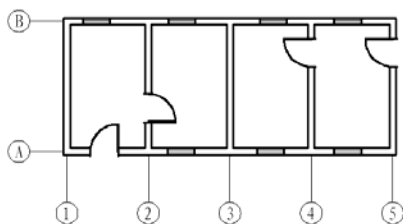
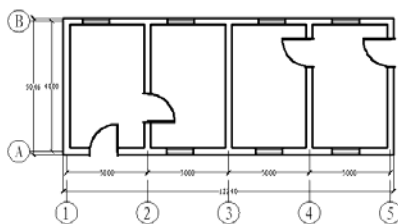

图 17.9.9 完成门窗设置的平面图
图 17.9.10 标注尺寸的建筑图
(3) 插入“门”、“窗”图块。
① 用 **插入(I)** → **块(B)** 命令将各个门、窗插入到合适的位置。
② 用 EXPLODE 命令打散所有图块，选择下拉菜单 **修改(M)** → **修剪(T)** 命令，将所有多余的墙线和网轴线修剪掉，修剪后的结果如图 17.9.9 所示。
(1) 将图层切换至“尺寸和文本”。
(2) 用 **标注(N)** → **线性(L)** 命令完成图 17.9.10 所示的线性标注。